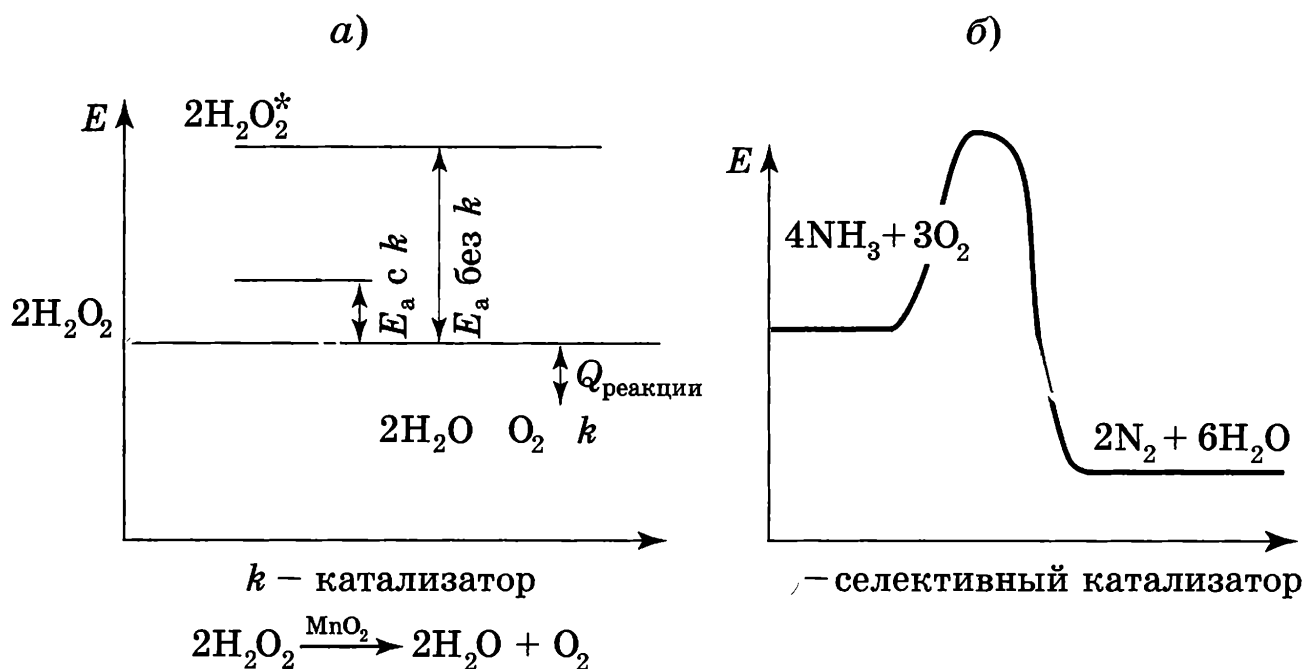

Рис. 31. Энергетические диаграммы каталитических реакций с использованием обычного (а) и селективного (б) катализаторов
Можно увеличить скорость реакции, используя специальные вещества, которые изменяют механизм реакции и направляют ее по энергетически более выгодному пути с меньшей энергией активации (рис. 31, а). Их называют *катализаторами* (от лат. *katalysis* — разрушение).
Катализатор действует как опытный проводник, направляющий группу туристов не через высокий перевал в горах (его преодоление требует много сил и времени и не всем доступно), а по известным ему обходным тропам, по которым можно преодолеть гору значительно легче и быстрее. Правда, по обходному пути можно попасть не совсем туда, куда ведет главный перевал. Но иногда именно это и требуется! Именно так действуют катализаторы, которые называют *селективными* (рис. 31, б). Ясно, что нет необходимости получать из аммиака азот, зато оксид азота (II) используют в производстве азотной кислоты HNO_3 .
Как и в случае гомогенного катализа, при гетерогенном катализе реакция протекает через активные промежуточные соединения — активированные комплексы (см. диаграмму на рис. 31, а), которые представляют поверхностные соединения катализатора с реагирующими веществами. Сначала происходит адсорбция, т. е. поглощение молекул реагирующих веществ пористой поверхностью катализатора, с образованием активных частиц, участвующих в реакции. Молекулы продуктов не образуют прочных связей с катализатором и десорбируются.